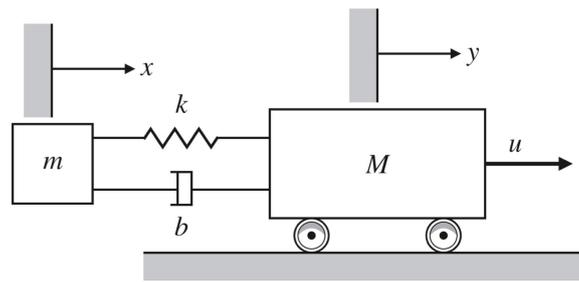

Abbildung 4: [FPE10, Seite 84, Fig. 2.42]
8. In vielen mechanischen Positionierungssystemen gibt es eine Flexibilität zwischen den Systemteilen. Ein Beispiel sind die Solarpanels des Satelliten im Skript, Kapitel 2.3. Abbildung 4 zeigt so eine Situation, bei der eine Kraft u auf eine Masse M wirkt, an der eine andere Masse m befestigt ist. Die Koppelung zwischen den Objekten wird oft durch eine Federkonstante k und Dämpfungskoeffizienten b modelliert, obwohl die tatsächliche Situation typischerweise wesentlich komplizierter ist.